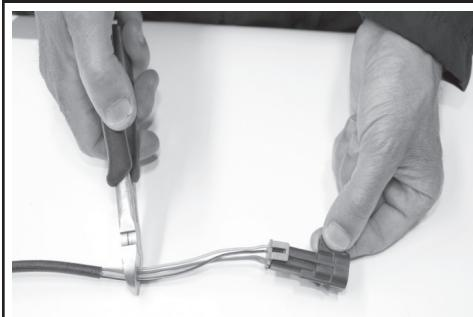

Figure 1 / Figura 1
- A. When the old sensor is removed, verify the overall length of the wires compared to the new sensor. When cutting the old connector wiring add an extra 3 inches (76 mm) to allow proper length once the wires will be spliced together. (Figure 1)
- A. Une fois la sonde usée retirée, vérifiez la longueur des câbles en la comparant à celle des câbles de la nouvelle sonde. Lorsque vous coupez les câbles de la sonde usée, ajoutez 3 pouces (76 mm) supplémentaires pour vous assurer que la longueur soit adéquate après avoir joint les câbles. (Figure 1)